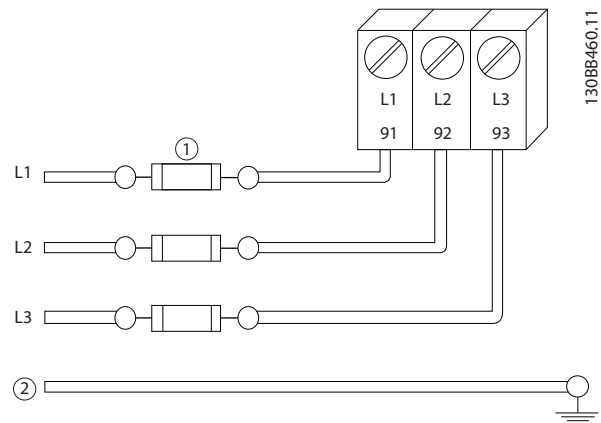

Bild 2.6 Frekvensomformarsäkringar
- Alla frekvensomformare måste vara försedda med kortslutningsskydd och överströmsskydd. För detta krävs det ingångssäkringar – se Bild 2.6. Om frekvensomformarna levereras utan säkringar måste installatören tillhandahålla säkringar som en del av installationen. Uppgifter om maximal avsäkring finns i 10.1 *Effektberoende specifikationer*.